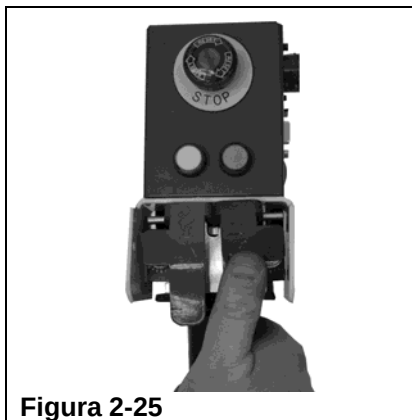

Figura 2-25
- 1) Premere la leva UP (ALZA) fino a quando la spia verde inizia a lampeggiare (cfr. Figura 2-25).